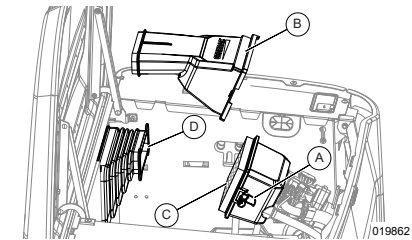
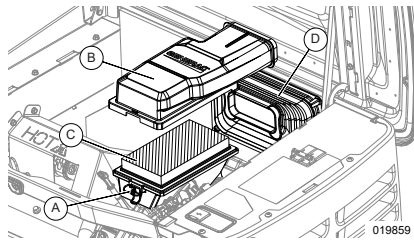

Figura 4-4. Manutenção do filtro de ar (10 kW)
Figura 4-5. Manutenção do filtro de ar (14 a 28 kW)
5. Consulte Figura 4-4 e Figura 4-5. Remova os grampos da tampa (A) e a tampa do filtro de ar (B).